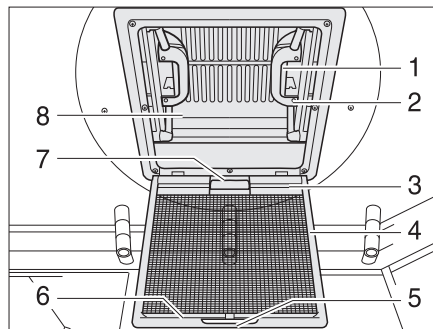

Fig. 68 Claraboya con cierre de resorte
- Tirar del tirador (Fig. 68,5).
- Plegar hacia abajo la protección contra insectos (Fig. 68,4).
- Presionar el cierre de resorte (Fig. 68,1) hacia el lado interior de la claraboya (Fig. 68,8). Presionar simultáneamente hacia arriba la claraboya con el tirador (Fig. 68,2).
- Plegar hacia arriba la protección contra insectos (Fig. 68,4) hasta que engatille.
- Tirar la claraboya (Fig. 68,8) enérgicamente hacia abajo por los dos tiradores (Fig. 68,2), hasta que los dos cierres de resorte (Fig. 68,1) engatillen.
- Tirar de la persiana oscurecedora enrollable por el asidero (Fig. 68,7) y enganchar el listón de enganche (Fig. 68,3) en el listón de soporte (Fig. 68,6) en la protección contra insectos.
- Soltar el listón de enganche (Fig. 68,3) del listón de soporte (Fig. 68,6) y regresar lentamente la persiana oscurecedora enrollable.